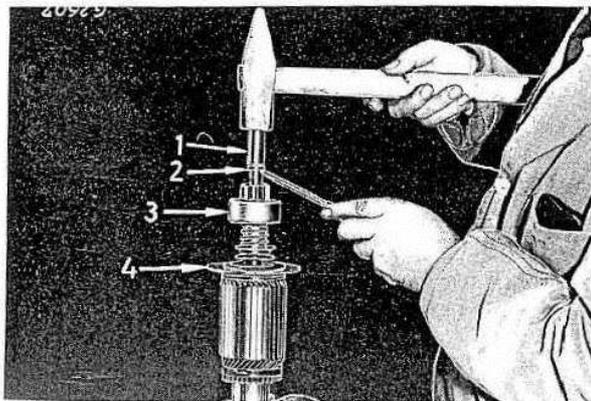

Bild 13
Anker mit weichen Schutzbacken einspannen. Ritzelanschlag (2) mit passendem Hohldorn abtreiben, Bild 13.
Den Ritzelanschlag wie bei 3 kW-Anlasser abtreiben, siehe Bild 13.